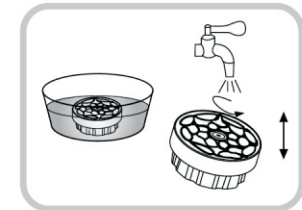

Fig. 1
2. Limpie el Filtro de Resina sumergiéndolo en agua tibia (60°C/140°F) por 10 minutos. Después de 10 minutos saque el filtro y enjuáguelo con agua corriente, moviéndolo con suavidad y rotando la Platina del Filtro de Resina (puede salir algún residuo, esto es normal). (Fig. 1)